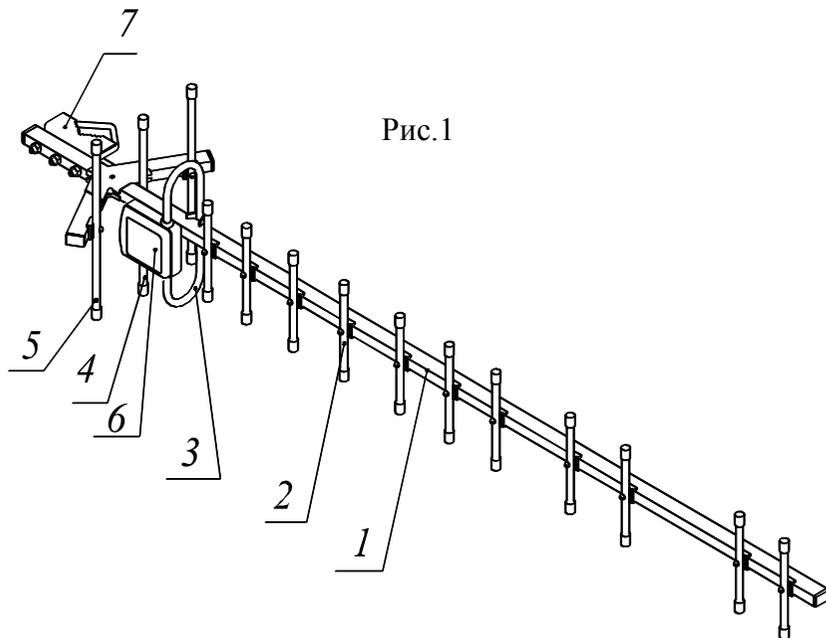

Рис.1
- 6.2 Произвести монтаж рефлектора с крепежом поз. 4 и рефлекторов на держателе поз. 5, как показано на рис.1.